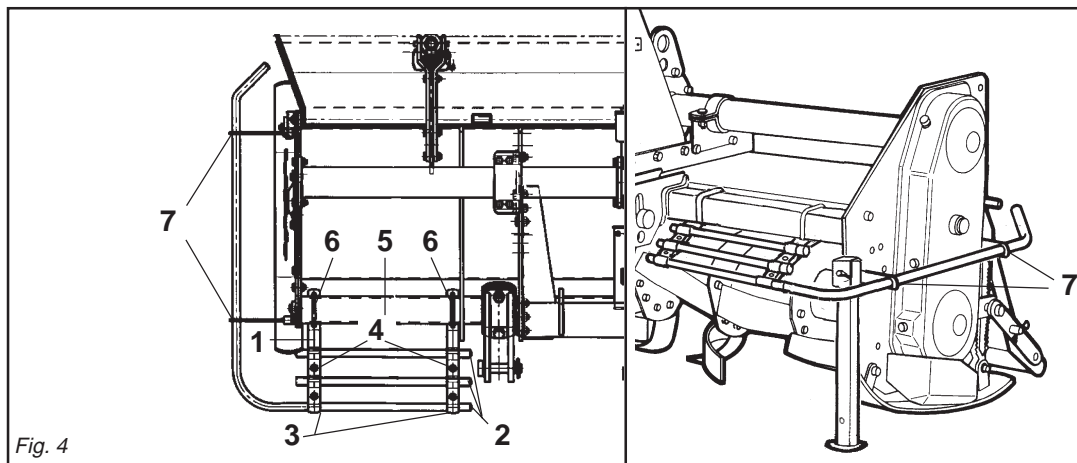

Fig. 4
- Il gruppo delle protezioni, composto dall'attacco (1 Fig. 4) che fa da fermo per i tubi (2 Fig. 4) bloccati dalla staffa (3 Fig. 4) e dalle viti (4 Fig. 4), è fissato al tubo quadro anteriore (5 Fig. 4) mediante i cavallotti (6 Fig. 4), e va posizionato uno a destra e uno a sinistra il più esternamente possibili.
- Lateralmente, su entrambe le fiancate, vanno fissate tramite le viti delle protezioni sagomate (7 Fig. 4).
- *The protection unit, consisting of the coupling (1 Fig. 4) that acts as a clamp for the pipes (2 Fig. 4) locked by the bracket (3 Fig. 4) and by the screws (4 Fig. 4), is fixed to the square front pipe (5 Fig. 4) by the U-bolts (6 Fig. 4) and should be positioned as far outwards as possible, one on the right and the other on the left.*
- *The shaped protections should be fixed laterally with screws to both the sides (7 Fig. 4).*
- Die Gruppe der Schutzvorrichtungen, die sich aus dem Anschluß (1 Abb. 4), der zur Arretierung für die Rohre (2 Abb. 4) dient, die durch den Bügel (3 Abb. 4) blockiert werden, und den Schrauben (4 Abb. 4) zusammensetzt, wird am vorderen Vierkantröhr (5 Abb. 4) mit den U-Bolzen (6 Abb. 4) befestigt. Eine davon ist rechts und eine links, so weit wie möglich außen anzubringen.
- Seitlich auf den beiden Seitenteilen sind die geformten Schutzteile (7 Abb. 4) mit Schrauben zu befestigen.
- *Le groupe des protections, comprenant l'attelage (1 Fig. 4) qui sert de butée pour les tubes (2 Fig. 4) bloqués par la bride (3 Fig. 4) et par les vis (4 Fig. 4), est fixé au tube carré avant (5 Fig. 4) par des crampons (6 Fig. 4). Positionner une protection à droite et une à gauche, le plus possible à l'extérieur.*
- *Les protections galbées doivent être fixées latéralement, des deux côtés avec les vis des protections (7 Fig. 4).*
- El grupo de las protecciones, compuesto por la conexión (1 Fig. 4) que funciona como bloqueo de los tubos (2 Fig. 4) bloqueados a su vez por el soporte (3 Fig. 4) y por los tornillos (4 Fig. 4), está fijado en el tubo cuadrado anterior (5 Fig. 4) mediante los pernos de U (6 Fig. 4) y debe ser emplazado uno a la derecha y uno a la izquierda lo más externamente posible.
- Lateralmente, sobre ambos lados, debemos fijar mediante los tornillos las protecciones molduradas (7 Fig. 4).